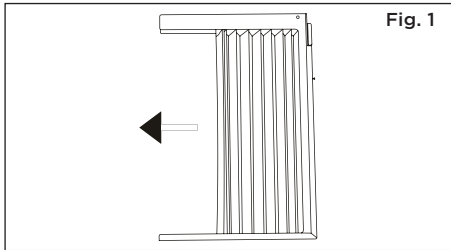

Fig. 1
A. Ponga la unidad en el suelo, un banco o una mesa. Sujete el panel de acordeón en una mano y suavemente tire hacia atrás el centro para sacarla fuera. Consulte Fig. 1.